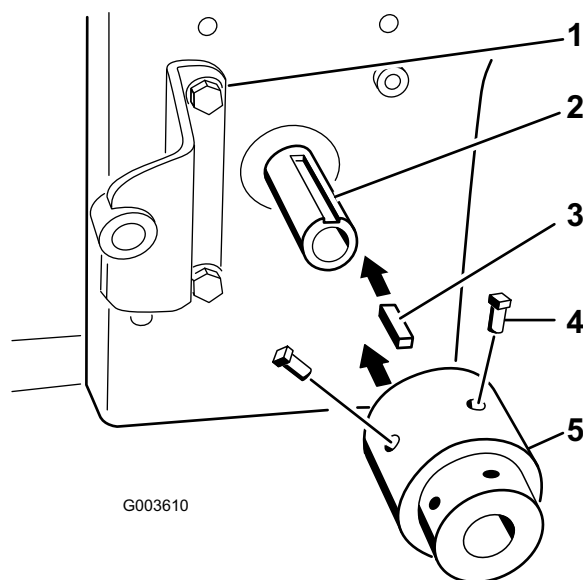

Figura 19
6. Inserite la chiave quadra (1/4 x 1 pollice) nell'intaglio dell'albero della presa di forza del motore (Figura 19).
7. Allineate il gruppo mozzo con la chiave quadra, e montatelo sull'albero della presa di forza del motore (Figura 19).
8. Applicate il Blue Loctite® alle due viti di fermo (5/16 x 3/4 pollice) e avvitatele nel gruppo mozzo per fissarlo all'albero della presa di forza (Figura 19).